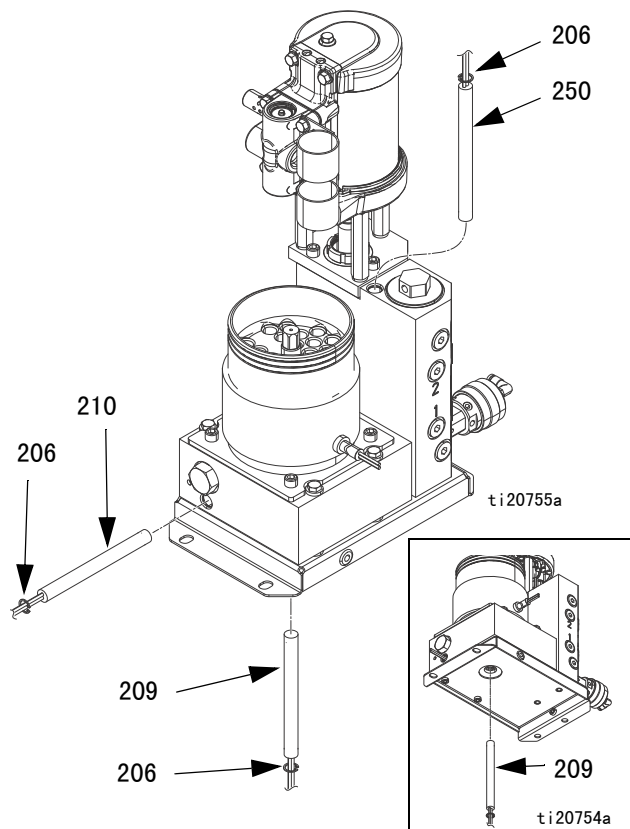

图 39
拆卸 (参见图 39):
重新组装 (参见图 39) :
- 2. 安装加热棒，然后安装加热棒挡圈 (206)。参见图 39。